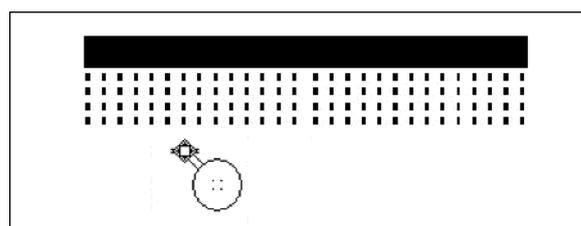

Fig. 45
1.  Présélectionnez les disques (Fig. 45).